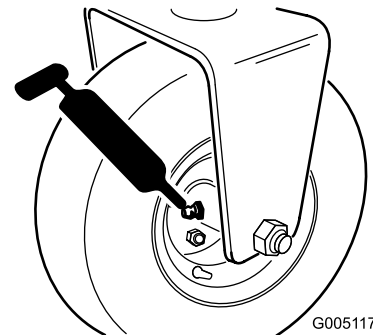

Figura 27
- Conjunto do cubo do cilindro traseiro ou, se instalado com um kit de tração às 3 rodas, engates da roda traseira e rolamento esférico externo (1) (Figura 27)